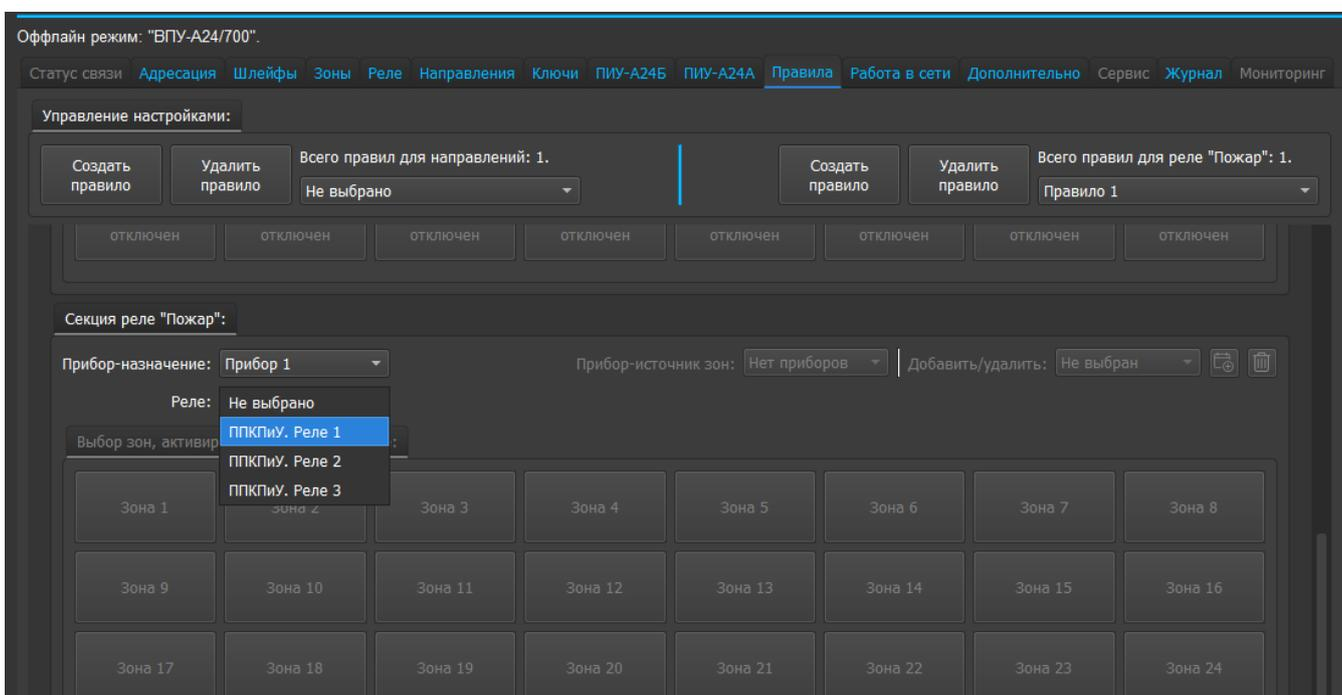

Рисунок 97. Закладка «Правила». Выбор «реле пожар» прибора, которое необходимо включать от других приборов
**Внимание!** При выборе «Реле», включение которого необходимо осуществлять от пожарных зон других приборов, в одно созданное «Правило» может входить только один прибор-назначения и одно реле (рисунок 97).